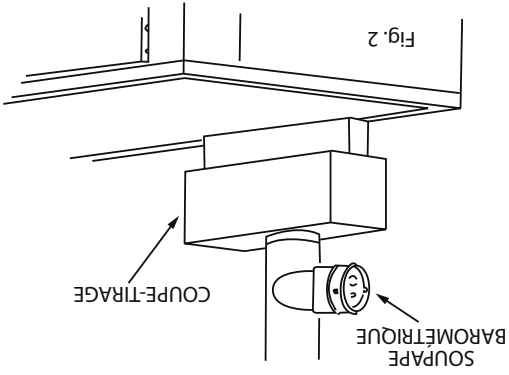

Fig. 2
2. Si le four doit être relié à un conduit de fumée direct, ce conduit doit s'élever à 10 pieds au-dessus du toit du bâtiment dans lequel le four est installé ou 10 pieds au-dessus de n'importe quelle partie d'un bâtiment situé à une distance horizontale inférieure à 10 pieds. Le coupe-tirage fourni doit être installé. De plus, il est nécessaire d'installer le régulateur de tirage barométrique (disponible auprès de Garland). (Voir Fig. 2).